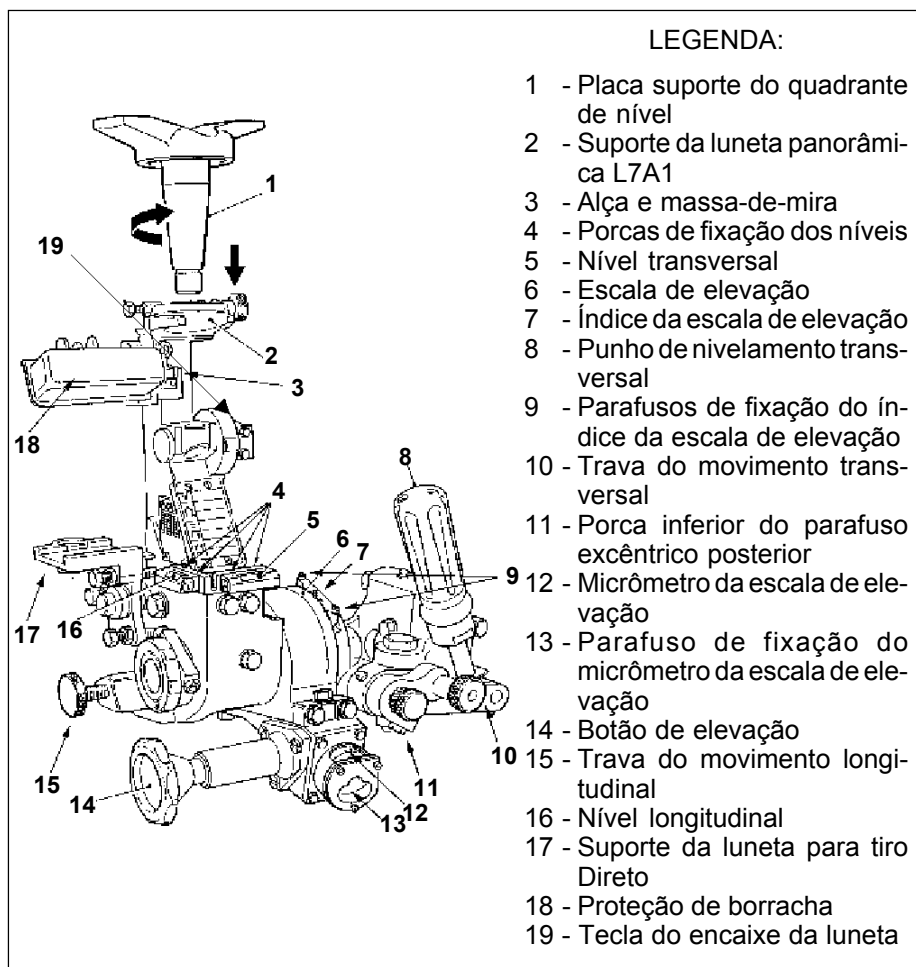

Fig 11-11. Suporte do aparelho de pontaria
(a) solte as porcas inferiores dos parafusos excêntricos anterior e posterior; (Fig 11-11)
c. Agindo no botão de elevação centralize o nível longitudinal. (Fig 11-11).
d. Coloca-se a placa suporte do quadrante de nível, perpendicular ao eixo do tubo. (Fig 11-11).
f. Centraliza-se o nível longitudinal do quadrante de nível, utilizando o punho de nivelamento transversal (Fig 11-11).
(1) com o auxílio de uma chave 5/16 remova os 03 (três) parafusos de fixação da capa protetora dos níveis;
(2) desatarraxe as 02 (duas) porcas de fixação do nível transversal (Fig 11-11), movendo-o até que o nível se centralize. Em seguida aperte as porcas e confira o quadrante de nível.
(1) desaperte os 2 (dois) parafusos de fixação do índice da escala principal (Fig 11-11). Ajusta-se o índice de modo que este fique registrando zero. Aperta-se cautelosamente os parafusos de fixação;
(2) desaperte os 3 (três) parafusos de fixação do micrômetro da escala de $\frac{1}{4}$ de volta. (Fig 11-11). Girando-se pelo botão de elevação o aparelho de pontaria para frente, a fim de se ter acesso, mais facilmente, a cada parafuso;
(3) centralize, novamente, o nível longitudinal, usando o botão de elevação;
(4) ajuste a escala do micrômetro até que o zero coincida com o índice, e aperte um dos parafusos de fixação pelo botão de elevação; levar o aparelho de pontaria a frente, para reapertar os demais parafusos;
(5) recoloca-se a escala do micrômetro a zero e confere-se a centralização do nível longitudinal;
(6) utilizando um quadrante de nível retificado, sobre a placa de nivelamento do bloco da culatra, e uma vez inserida a correção do Droop (veja parágrafo 11-7), colocamos o tubo na elevação 400''' através do volante de elevação, sendo o último movimento no sentido ascendente;
(7) agindo no punho de fixação de nivelamento transversal, centralize o nível transversal;
(8) agindo no botão de elevação, centralize o nível longitudinal. A escala deverá indicar 400''';
(9) repita os itens de 6 a 8 para 800''' e 1000'''. A tolerância de erro admitida é + 2'''.